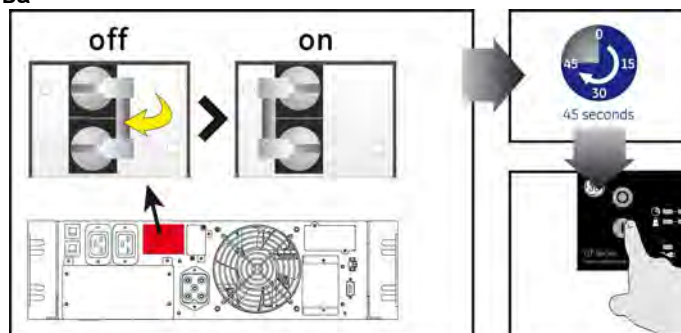

рис. 4.2.1
2. Переверните входной автоматический выключатель в положение “On” (рис. 4.2.1).
2. Переверните последовательно входные автоматические выключатели всех ИБП в положение “On” (рис. 4.2.1).